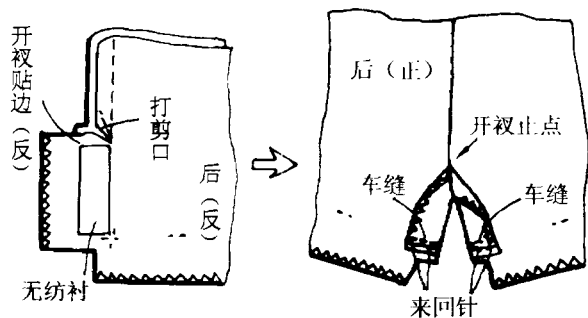

图2-10
10. 缝制后开衩。在左后裙片的开衩处打一斜向剪口, 剪口要打到线根底, 但不要剪断车缝线。将右后裙片开衩贴边顺后中缝净印向右裙片正面折转, 然后顺底摆净印横向车缝。将左后裙片开衩贴边在其 1/2 宽处正面对折, 然后顺底摆净印横向车缝。见图 2-10。